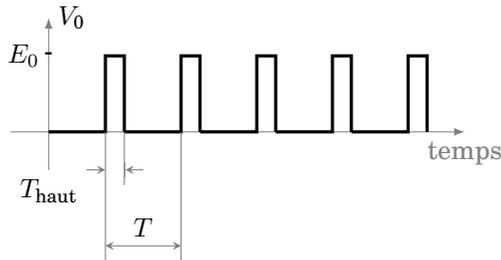

FIGURE 1.3 – Signal rectangulaire
**Q9** Quelle est la **valeur moyenne** du signal  $V_0$  donné à la figure 1.3?